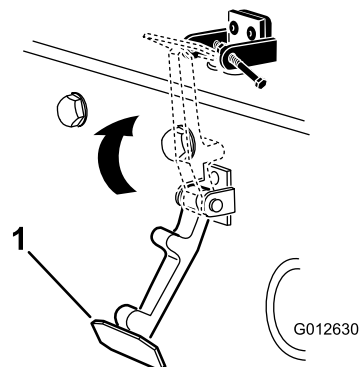

Рисунок 9
6. Введите защелку в зацепление со стопорным кронштейном капота (Рисунок 9).